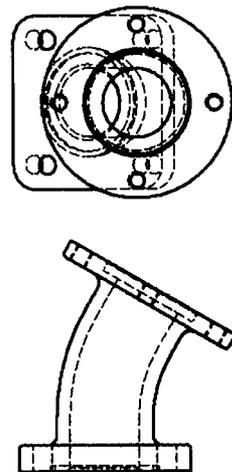

Рис. 2.14. Виды могут быть выровнены с другими видами, которые не являются родительскими
3. Щелкните по виду, который мы развернули, а затем на базовый вид. На рис. 2.14 показан результат.